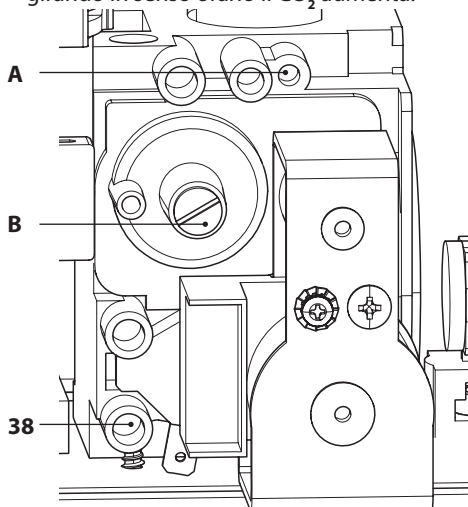

Figura 7.5
- A caldaia spenta (fuori servizio), controllare la pressione di alimentazione utilizzando la presa 38 in Figura 7.5 e confrontare il valore letto con quelli riportati nella tabella Pressioni di alimentazione gas nella sezione "Dati tecnici" pag. 28.
- Richiudere bene la presa di pressione 38 in Figura 7.5.
- Per tarare il **CO2** della caldaia (pressione del gas al bruciatore) svitare completamente il tappo in ottone di protezione **B** e agire sulla vite a brugola  $\varnothing$  4 mm sottostante Figura 7.5, girando in senso orario il **CO2** aumenta.
- Se i due dati non coincidono agire sulla vite regolazione massimo RQ (**A** in Figura 7.5) della valvola gas e tarare il **CO2** allo stesso valore riportato nella "Dati in sanitario" sezione "Dati tecnici M262.2025SB/T" a pag. 28 e sezione "Dati tecnici M262.3035SB/T" a pag. 32. Girando in senso orario il **CO2** diminuisce.